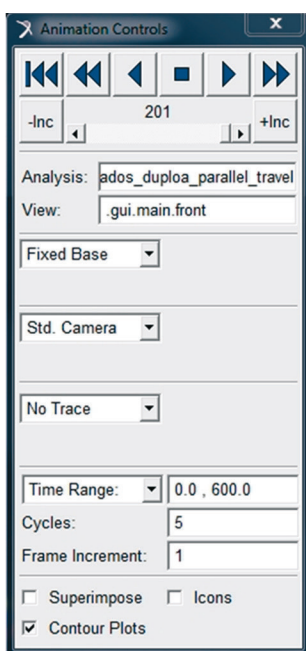

Figura 5.177 – Definição dos parâmetros de animação.
- Na janela *Animation Controls* preencha os campos, conforme a Figura 5.177. O usuário pode definir os parâmetros de animação, de acordo com sua preferência. Segue como sugestão os valores especificados na Figura 5.177.